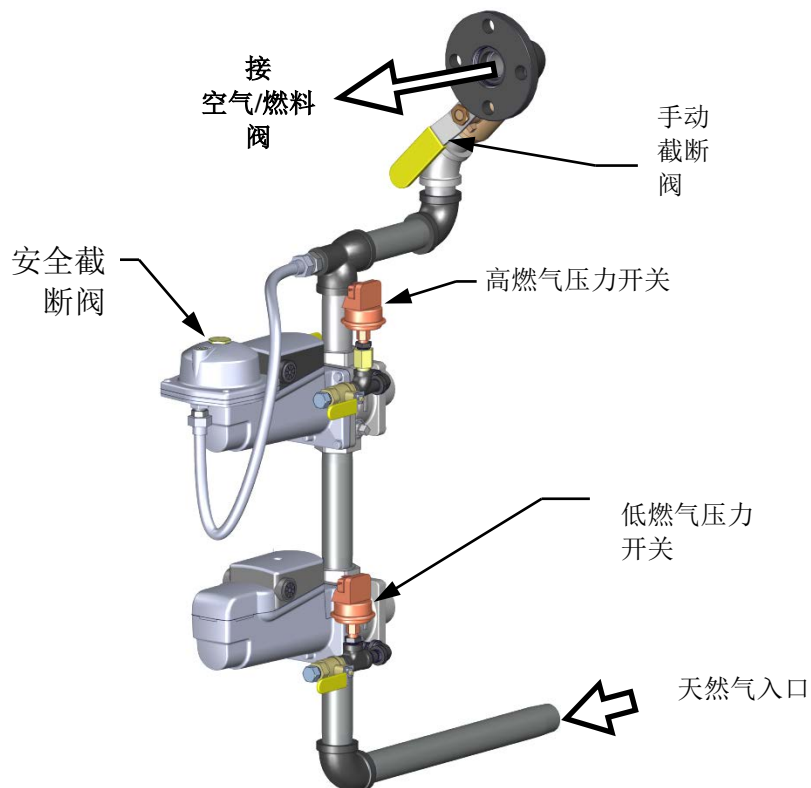

图3-3: BMK 750/1000: SSOV 位置
2. 设备将进行检查，确保下游安全截断阀 (SSOV) 中的关闭确认 (POC) 开关已关闭。请参见图 3-3，了解 SSOV 的位置。